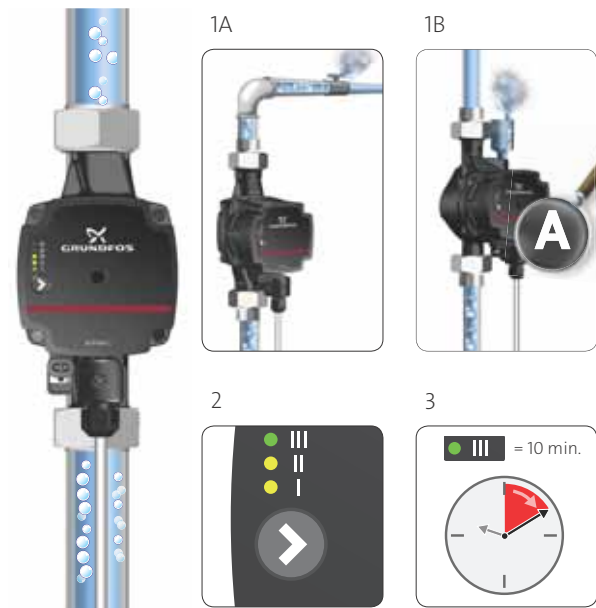

Fig. 7 Purga del sistema
2. Si se ha instalado la válvula de purga en el sistema, abra la válvula de forma manual. Consulte la imagen 1A de la fig. 7. Si la carcasa de la bomba incorpora un separador de aire (ALPHA1 L XX-XX A) y se ha instalado un sistema de purga automática, el aire escapará automáticamente. Consulte la imagen 1B de la fig. 7.
3. Ajuste la bomba a la velocidad III. Consulte la imagen 2 de la fig. 7.
4. Mantenga la bomba en funcionamiento durante unos 10 minutos. Consulte la imagen 3 de la fig. 7. Repita los pasos del 1 al 3 si es necesario.